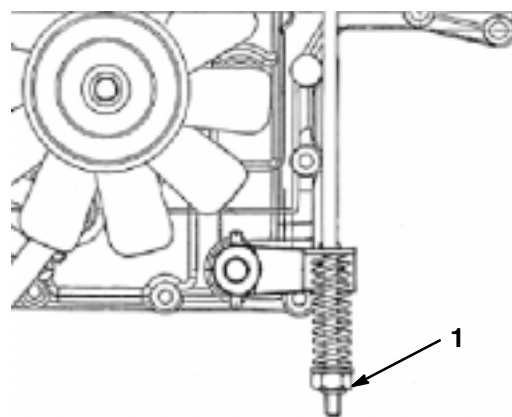

Abbildung 19
Die Bremse befindet sich an der rechten Seite der Hinterachse im Hinterreifen (Abb. 19). Wenn der Traktor bei hoher Geschwindigkeit im höchsten Gang mehr als einen Meter braucht um anzuhalten, muss die Bremse nachgestellt werden.
3. Zur Einstellung der Bremse die Bremseneinstellmutter im Uhrzeigersinn drehen, bis sich der Traktor nicht mehr schieben lässt (Abb. 19).